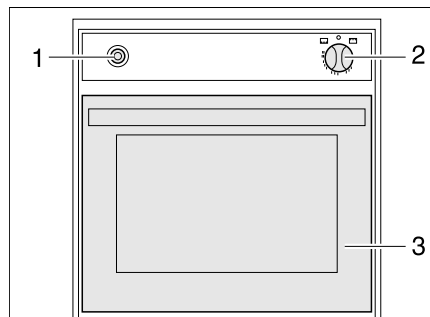

Bild 191 Gasbackofen (Spinflo)
- Backofenklappe (Bild 191,3) ganz öffnen.
- Drehregler (Bild 191,2) leicht drücken und auf "🔥" (Backofen) oder "GRILL" stellen.
- Drehregler (Bild 191,2) drücken und 5 bis 10 Sekunden lang gedrückt halten. Es strömt Gas zum Brenner.
- Zündschalter (Bild 191,1) so oft drücken, bis die Flamme brennt.
- Drehregler (Bild 191,2) auf "O" drehen. Die Flamme erlischt.